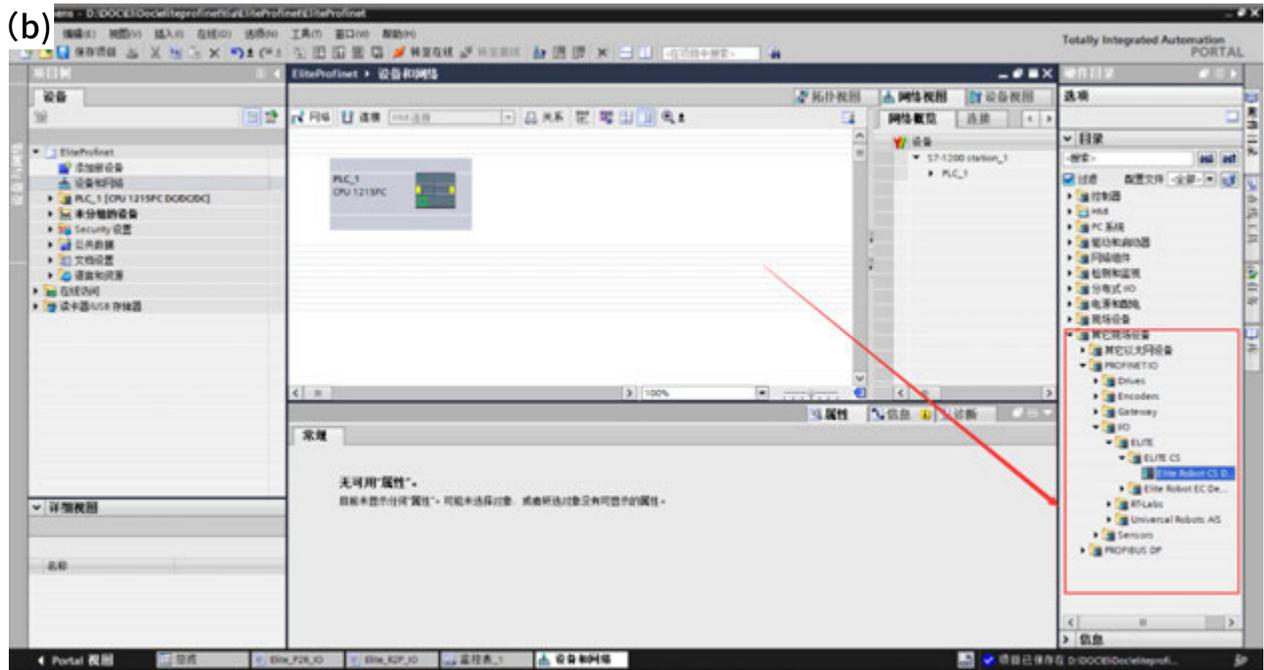

図 15-2 設備とネットワークの追加
1) 左側項目ツリーにおける「設備とネットワーク」をダブルクリックする、图 15-2 (a) に示す。ダブルクリックするか、右側のハードウェアディレクトリにドラッグする、詳細なルート：「他の現場設備> PROFINET IO> IO> ELITE> ELITE CS> Elite Robot CS Device」、图 15-2 (b) に示す。